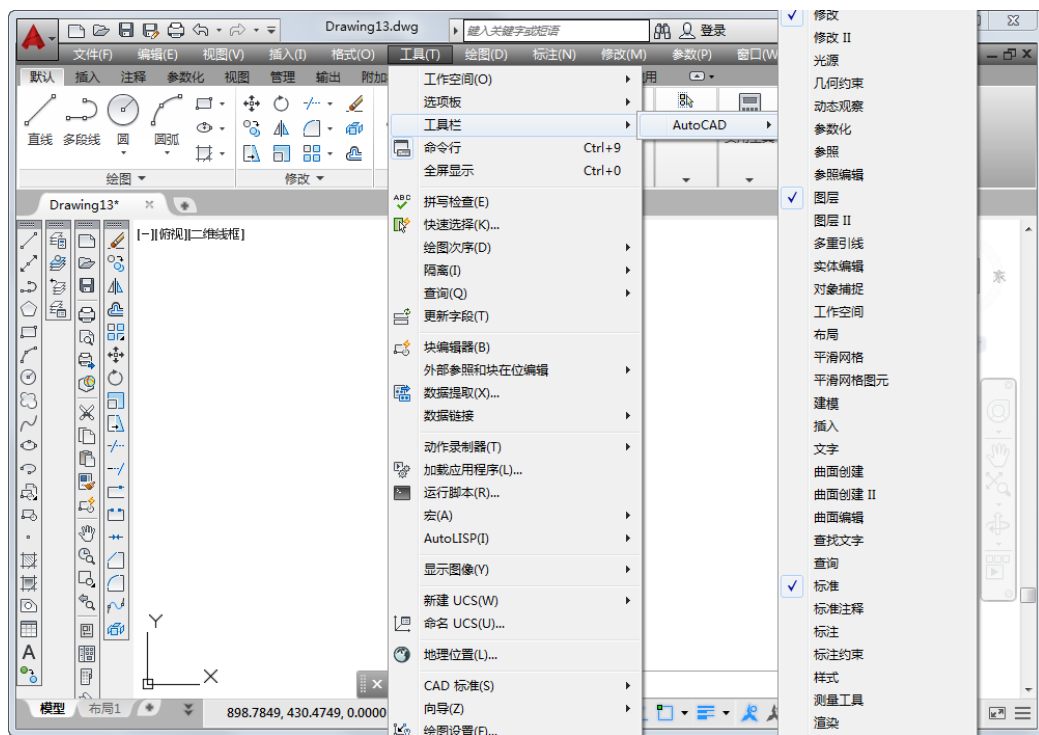

图 1-4 打开工具栏
(1) 打开工具栏:单击菜单栏中的“工具”→“工具栏”→“AutoCAD”按钮,例如将“绘图”“图层”“标准”“修改”等常用的工具栏打开,如图1-4所示。单击某一个未在界面中显示的工具栏名,系统将自动在界面中打开该工具栏。
(2) 固定工具栏:绘图窗口的四周边界为工具栏固定位置,在此位置上的工具栏不显示名称,在工具栏的最左端显示出一个句柄。
(3) 浮动工具栏:拖动固定工具栏的句柄到绘图窗口内,工具栏转变为浮动状态,此时显示出该工具栏的名称,拖动工具栏的左、右、下边框可以改变工具栏的形状。